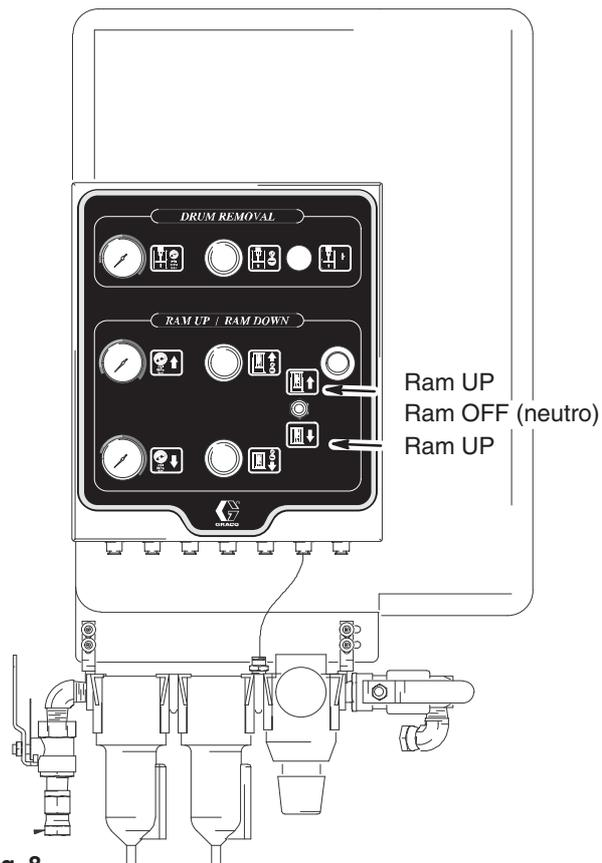

Fig. 8
5. Utilice la palanca de la válvula manual del “ram” (Fig. 8) para elevar el “ram” hasta la posición UP. Si el “ram” baja en lugar de subir, compruebe las conexiones de la línea hidráulica y de la línea de aire y observe si se han conectado incorrectamente.